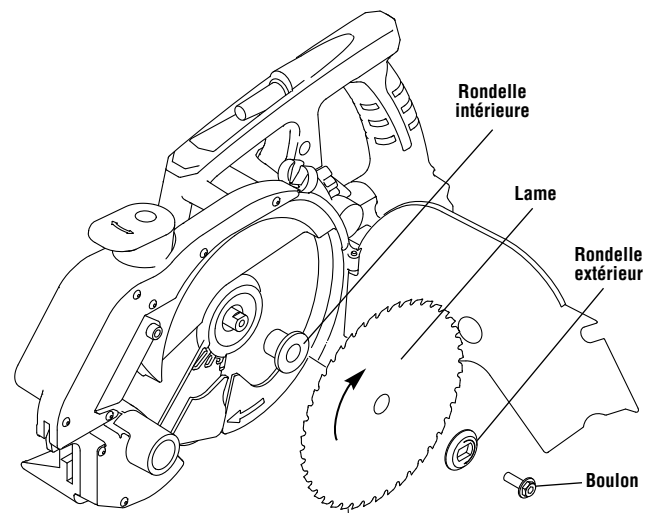

Figure 20 – Montage de la lame de scie
5. Retirez la lame de scie, puis remplacez-la par une nouvelle lame en vérifiant que ses dents sont orientées dans le bon sens. Montez la lame contre la rondelle intérieure (Figure 20).
6. Installez la rondelle extérieure et le boulon en vous assurant qu'il n'y ait aucun débris entre la lame et la ses rondelles. Vérifiez l'assemblage approprié de la lame et des rondelles (Figure 20).